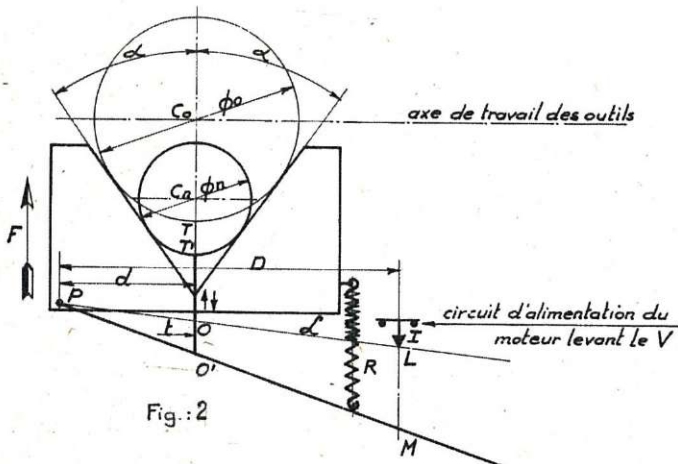

Fig. 2
Le dispositif utilisé est schématisé par la fig. 2, sur laquelle on distingue :
Appliquons la relation (1) à la fig. 2; on a :